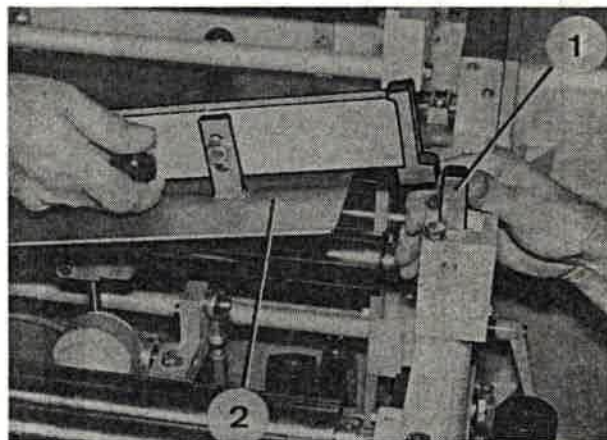

Bild 157
7.1 Sperrklinke (Bild 157/1) zurückdrücken und Gegenlager des Tintendruckers (Bild 157/2) hochklappen.